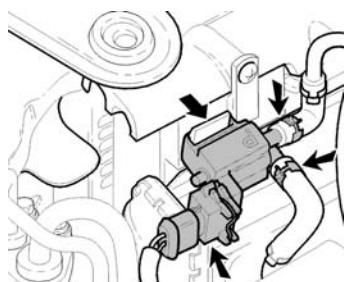

Fig. 5
- Soltar a válvula de impulsos do suporte (Fig. 5) (nas viaturas do ano de fabrico 98/99 até ao nº de chassis:.. 414999 é necessário substituir a válvula de impulsos. A partir do ano de fabrico de 2000 e nº de chassis: 415000... é necessário alterar o suporte.).